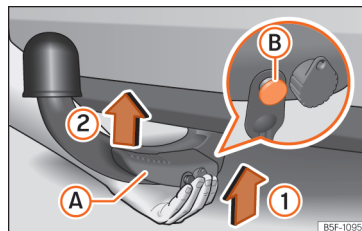

Fig. 174 Colocação do gancho de reboque. Passo 1
- Segure o gancho de reboque **a partir de baixo** e encaixe-a no alojamento do gancho seguindo o sentido da seta » **Fig. 174** (1) até encaixar de forma audível » **Δ**.
A alavanca »» Fig. 174 (A) roda **automaticamente** no sentido da seta (2) para cima e o perno de desbloqueio (B) sai para fora (a sua parte vermelha e verde fica visível) »» ⚠.
- Ao fixar o gancho de reboque, para evitar trilhar os dedos, recomenda-se manter as mãos retiradas da alavanca »» Fig. 174 (A).